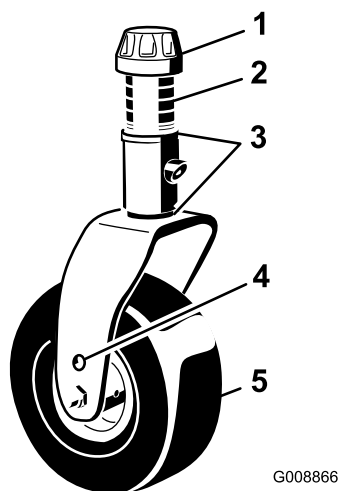

Figura 2
1. Rimuovete i cappucci di tensione dagli assi dei perni ed estraete i distanziali e le rondelle di spinta (Figura 2).
e i distanziali restanti sul perno, quindi montate il cappuccio di tensione per fissare gli elementi del gruppo (Figura 2).